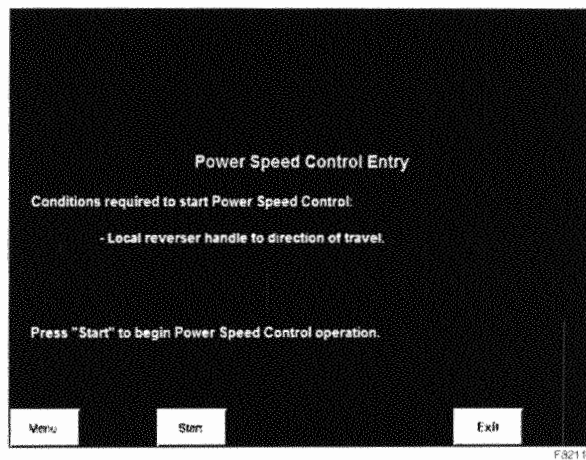

Figura 4-7. Menú de entrada del Control de pantalla de potencia
5. Oprima la tecla *SELECT* (*SELECCIONAR*). Aparece la pantalla *Power Speed Control Entry* (*Entrada de control de velocidad de potencia*). Consulte Figura 4-7.